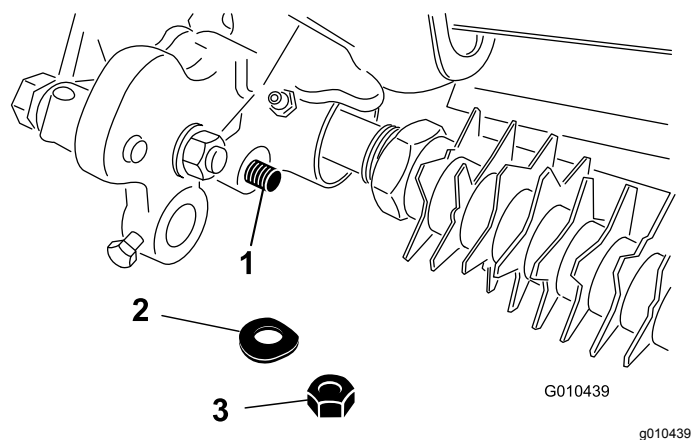

Figura 32
4. Rimuovete il dado di fissaggio e la rondella Belleville che fissano l'estremità dell'asta del gruppo del braccio dell'altezza di taglio al gruppo di rotazione del groomer (**Figura 32**).